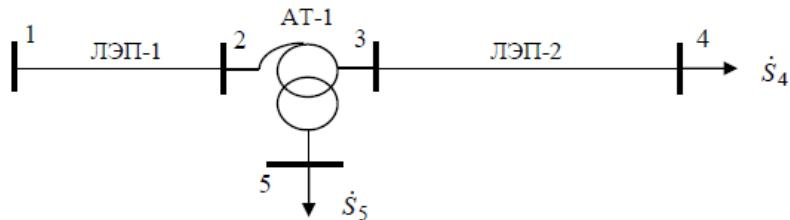

Рис. 1. Исходная схема сети
7. Задача. Составить подробную схему замещения электрической сети, показанной на рис. 1 с указанием на ней параметров схемы замещения, коэффициентов трансформации. Потери на корону не учитывать. Привести параметры схемы замещения к одной ступени напряжения 330 кВ.